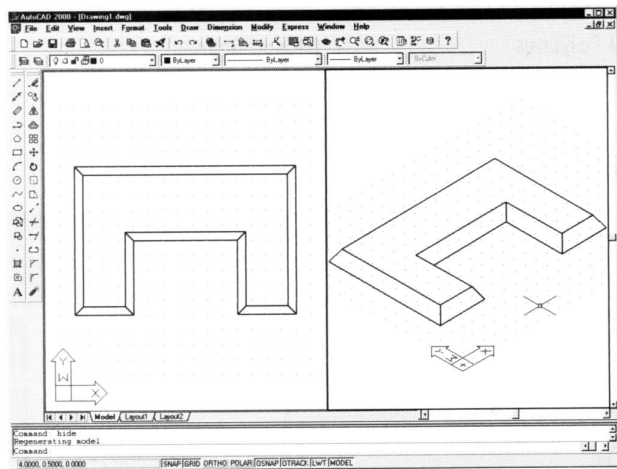

图35-6 变细的拉伸：平面视图(左)和立体图
3) 使用VPoint 1,1,1命令同前面一样观看对象(见图35-6)。注意多义线段的边以30度倾斜。